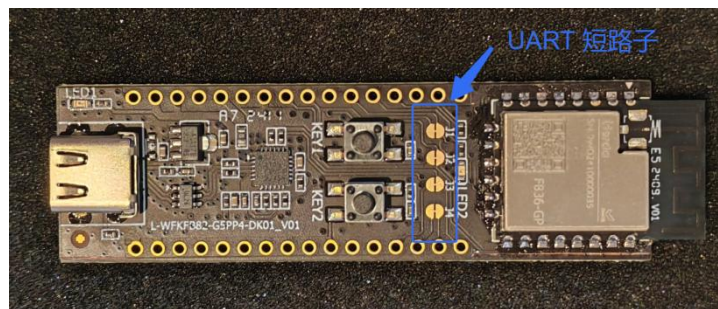

图 3.6 开发板 UART 短路子位置
1)开发板上预留了 4 个 UART 短路子,位置如图 3.6 所示,默认处于连接状态,此时 FB36 模组的 UART 通过 USB-to-UART 芯片连接到 Type-C 接口。